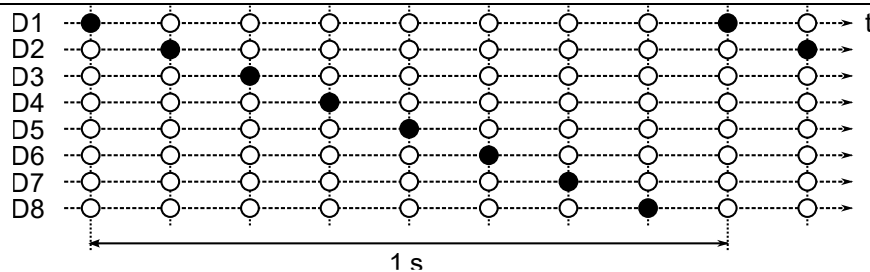

Figure 3: Motif de chenillard à réaliser dans T1Pd_timer2
- 2) Ecrire un programme permettant d'allumer les LEDs suivant le motif de chenillard, avec une période d'exactly une seconde (comme représenté en Fig. 3).
- 2) Ecrire un programme permettant d'allumer les LEDs suivant le motif de chenillard, avec une période d'exactly une seconde (comme représenté en Fig. 3) utilisant une interruption sur TMR2IF.